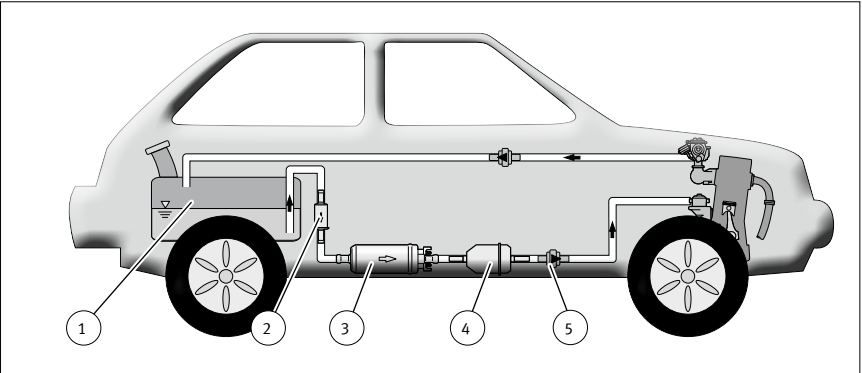
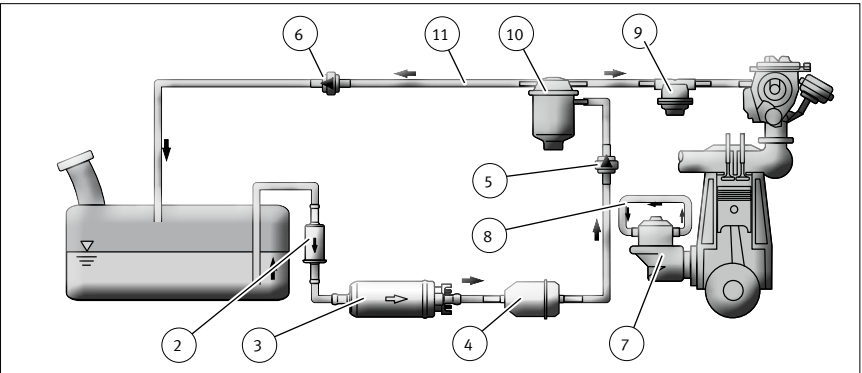
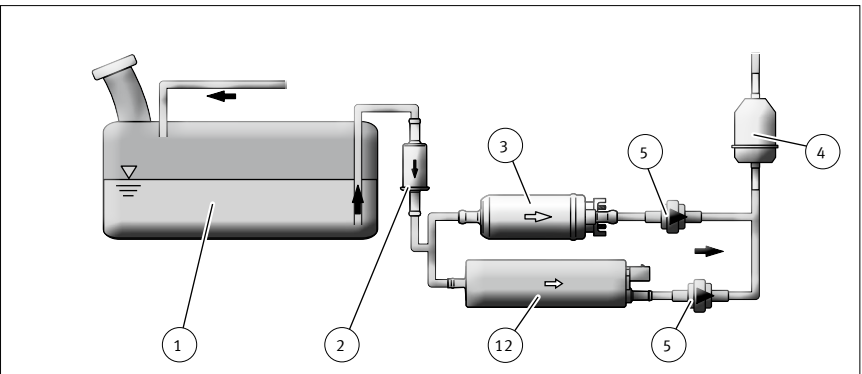

Abb. 1/ Fig. 1/ Puc. 1/图1
Abb. 3/ Fig. 3/ Puc. 3/图3
Abb. 4/ Fig. 4/ Puc. 4/图4
- The "old" fuel pump (7) can be bypassed or removed. If it is removed, the opening on the engine side must be sealed so that it is oil-tight. If it is bypassed, use a piece of tubing (8) to connect the inlet and outlet to one another to prevent dirt from entering.
- A fuel return (11) is recommended for vintage cars (1...3 mm Ø, depending on full-load consumption).
- A nozzle must be installed in the fuel return (11) as a flow resistor, to prevent the fuel from simply being pumped back into the fuel tank. The cross section of this nozzle must be such as to ensure the supply of fuel, even at full load.
- The installation of a pressure reducing valve (9) is recommended with some types of carburettor.
- As a supplementary pump (3), the E1F should be connected parallel to the existing fuel pump (12) (see Fig. 4). A non-return valve (5) must be installed in both fuel lines.
- Comme remplacement d'une pompe à carburant mécanique (oldtimer/ youngtimer) (Fig. 3)
- Comme pompe additionnelle, en parallèle à une pompe à carburant existante (Fig. 4)
- Placer l'E1F (3) dans la conduite.
- La hauteur de refoulement maximale avec les conduites pleines est de 500 mm. C'est pourquoi il est nécessaire de la monter bas (« humide », sous le niveau du liquide) et à proximité du réservoir (1) (voir Fig. 1).
- Le filtre à carburant (4) (filtre fin, filtre papier) doit toujours se trouver côté refoulement, c'est à dire derrière la pompe à carburant, vue dans le sens d'écoulement.
- Un filtre grossier (2) (largeur de maille 60...100 µm) peut être installé en amont de la pompe à carburant (par ex. n° d'article 4.00030.80.0).
- Remplacer ce filtre (2) selon la même périodicité que le filtre à carburant (4).
- Afin que les conduites de carburant ne soient jamais vides, il est recommandé de monter un clapet anti-retour (5) et (6) sur la conduite aller et retour (voir catalogue PIERBURG).
- Exemple : remplacement d'une pompe à carburant mécanique (Fig. 3)**
- L' « ancienne » pompe à carburant (7) peut être contournée ou retirée. Si elle est retirée, l'ouverture côté moteur doit être obturée de manière étanche à l'huile. Si elle est contournée, relier l'entrée et la sortie à l'aide d'un morceau de flexible (8) pour empêcher la pénétration d'impuretés.
- Un retour du carburant (11) est recommandé sur les oldtimer (1...3 mm de Ø, en fonction de la consommation à pleine charge).
- Une buse faisant office de résistance à l'écoulement doit être montée dans le retour de carburant (11) afin que le carburant ne soit pas simplement pompé dans le réservoir. La section de l'ouverture de cette buse doit être choisie de manière à ce que l'alimentation en carburant soit assurée même à pleine charge.
- Le montage d'un réducteur de pression (9) est recommandé avec certains types de carburateurs.
- L'E1F utilisée comme pompe additionnelle (3) doit être montée en parallèle avec la pompe à carburant existante (12) (voir Fig. 4). Un clapet anti-retour (5) doit être monté sur les deux conduites de carburant.
- Взамен механического топливного насоса (транспортные средства моделей прежних лет) (рис. 3)
- В качестве дополнительного насоса, параллельно имеющемуся топливному насосу (рис. 4)
- Насос E1F (3) устанавливается на трубопроводе.
- Максимальная высота всасывания при заполненных трубопроводах составляет 500 мм. Поэтому он должен устанавливаться в низком положении („мокрое“ положение, ниже уровня жидкости) и вблизи бака (1) (см. рис. 1).
- Топливный фильтр (4) (фильтр тонкой очистки, бумажный фильтр) всегда должен находиться со стороны нагнетания, т. е. по направлению потока за топливным насосом.
- Перед топливным насосом можно установить сетчатый фильтр с крупными отверстиями (2) (размер ячеек от 60 до 100 мкм) (например, тов. № изделия 4.00030.80.0).
- Сетчатый фильтр (2) заменяют с такой же периодичностью технического обслуживания, как и у топливного фильтра (4).
- Чтобы топливopроводы не работали вхолостую, в подающий и сливной трубопровод следует монтировать обратный клапан (5) и (6) (см. каталог PIERBURG).
Пример: взамен механического топливного насоса (рис. 3)
- Насос E1F в качестве дополнительного насоса (3) следует подключить параллельно имеющемуся топливному насосу (12) (см. рис. 4).
- В оба топливopпровода необходимо монтировать обратный клапан (5).